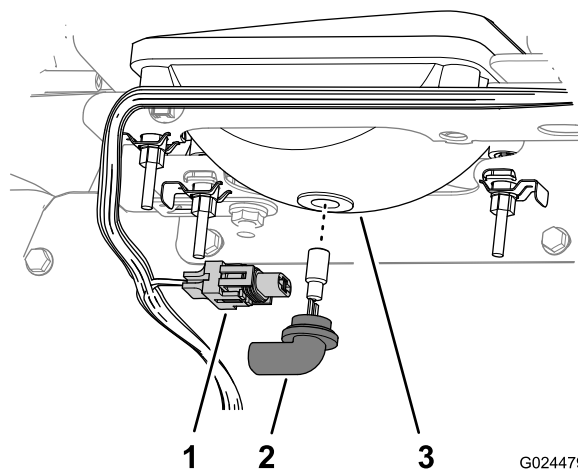

図 40
3. ヘッドライトハウジングの裏側からきているランプ・アセンブリ用ハーネスコネクタを外す 図 40。
4. ランプ・アセンブリを左に1/4回転させて後ろに引き抜いてヘッドライトハウジングから取り出す 図 40。
いるタブをヘッドライトハウジングのスロットに合わせる 図 40。
6. ランプ・アセンブリを右方向に 1/4 回転させて取り付ける 図 40。
7. ハーネス用のコネクタを、新しいランプ・アセンブリのコネクタに接続する 図 40。